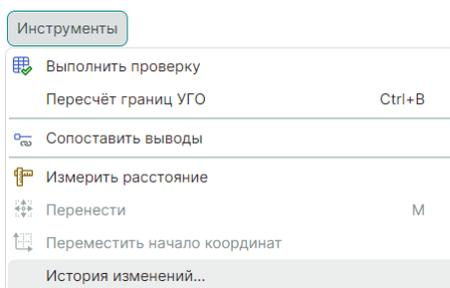

Рис. 344 Переход к истории изменения компонента из главного меню
- в главном меню программы при активном окне редактора компонента, выберите пункт «Инструменты» → «История изменений...», см. Рис. 344.